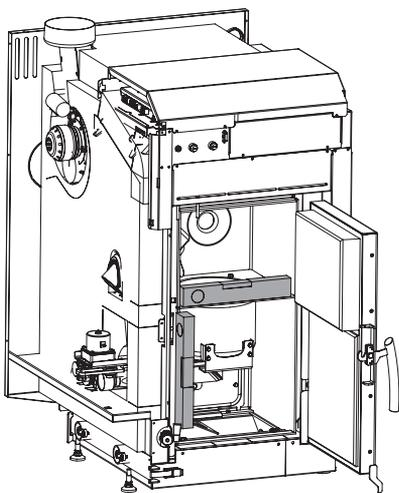

Fig. 62 Allineare la caldaia con una livella a bolla
- ▶ Spingere la caldaia nel luogo e punto di installazione e con le 4 viti di regolazione allinearla in orizzontale o leggermente in salita verso il retro. Per allinearla, appoggiare una livella a bolla nella parte anteriore del telaio della porta o sulla lamiera di tenuta – Fig. 62.